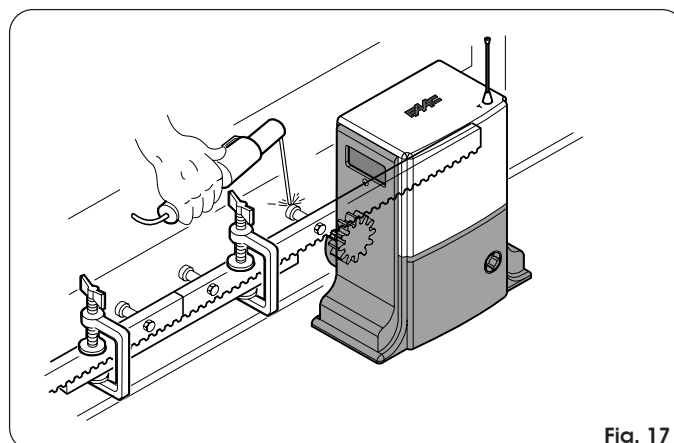

Fig. 17
- 5) Acerque otro elemento de cremallera al precedente, utilizando para sin cronizar la dentadura de los dos elementos, un trozo de cremallera como se indica en la Fig. 17.
- 5) Acerque otro elemento de cremallera al precedente, utilizando para sincronizar la dentadura de los dos elementos, un trozo de cremallera tal y como se indica en la Fig. 17.
- 4) Acerque otro elemento de cremallera al precedente, utilizando para sincronizar la dentadura de los dos elementos, un trozo de cremallera, tal y como se indica en la Fig. 17.